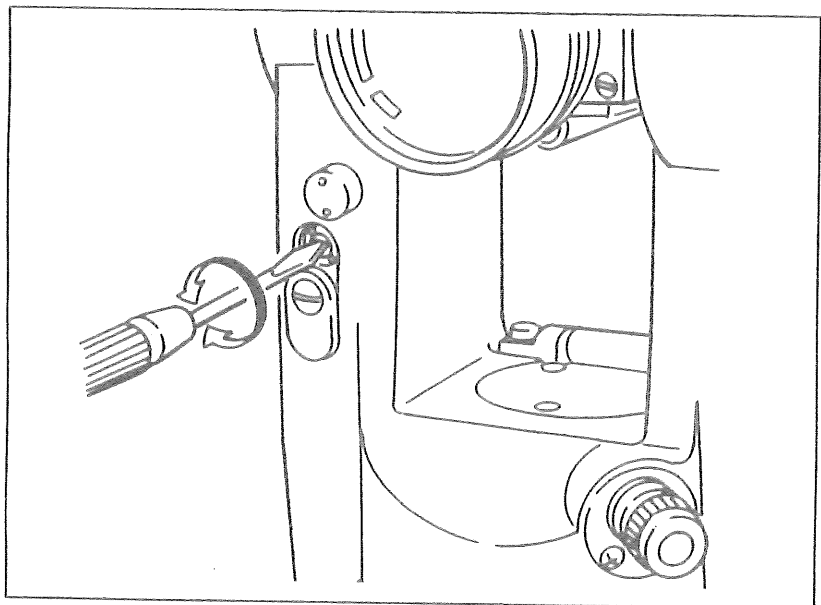

图29
- ④ マイクロメータノブを回し、マイクロ目盛  $45' 11''$  を V 溝指標に合わせます。
- ⑤ 零点調整ねじをねじ回しで回転し (図29)、 $283^\circ$  の刻線を中央インデックス 2 本線の中心に入れます。
- ⑥ 再度点検をします。